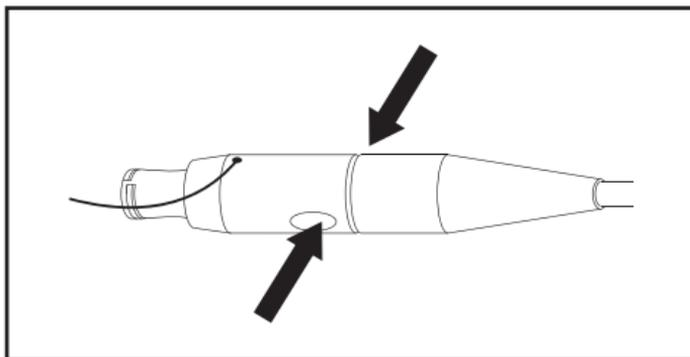

Figure 7a. Saisir le collier de verrouillage en plaçant les doigts sur les poussoirs
2. Tout en saisissant le collier de verrouillage en plaçant vos doigts sur les poussoirs ovales, appuyer fermement et faire pivoter le collier de verrouillage de 180 degrés dans le sens inverse des aiguilles d'une monde pour le placer en position « déverrouillée ». Voir les figures 7a et 7b.